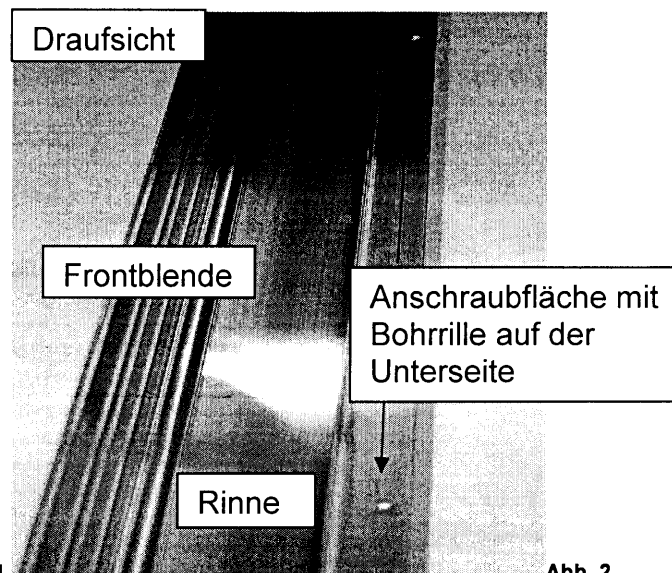

Abb. 2
Messen Sie von einem Dachrinnen-Ende etwa 20cm nach innen und bohren Sie mit einem 6-7mm Bohrer alle ~ 50cm ein Loch. An der Unter-/Rückseite befindet sich eine Bohrrille (Abb. 2)
- 4.) Schieben Sie ein braunes Profil auf den an der Dachplane befindlichen Keder auf (**Abbildung 2**)